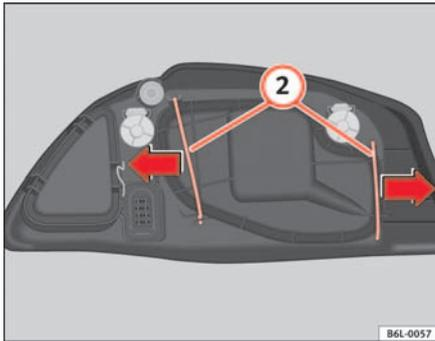

Abb. 142 Glühlampe
- Die Streben ② ⇒ Abb. 142 in Pfeilrichtung herausschieben und den Deckel abnehmen.
- Den Kunststoffdeckel und die Streben ② ⇒ Abb. 142 einsetzen.